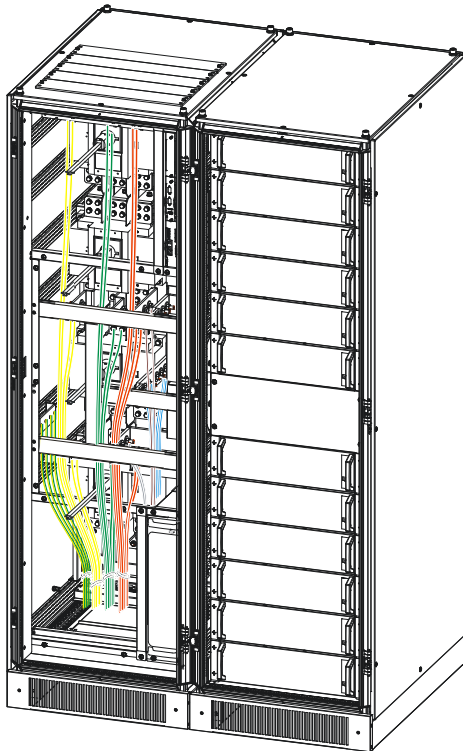

Рис. 3.30 Схема подключения кабелей в распределительном шкафу (верхний подвод кабелей)
**Step 4** После подключения зафиксируйте кабели стяжками (как показано на Рис3.29, Рис. 3.30), установите на место крышки кабельных отсеков и рукоятки переключателей. На этом подключение закончено.